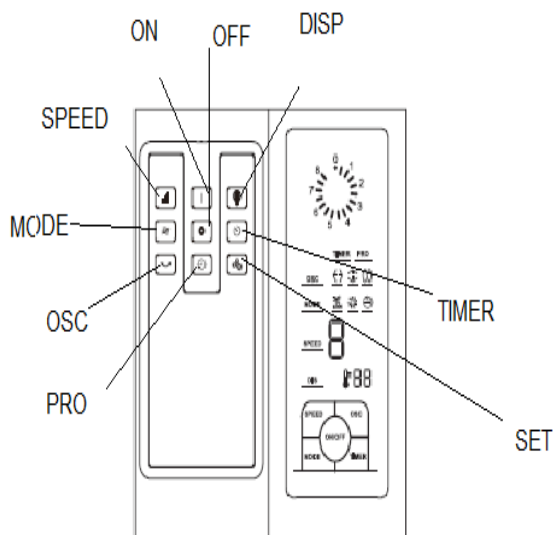

Bild 8 Bild 9
I. Fjärrkontroll (bild 8)
1. ON (PÅ)-knapp och OFF (AV)-knapp